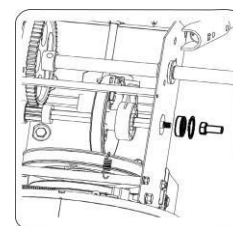

Рис.23
3. Осторожно снимите шестигранную гайку и шайбу, которая обеспечивает фиксацию. См. Рис. 23. шестигранного вала к раме снегоуборочной машины и слегка нажмите на конец вала, чтобы выбить шарикоподшипник с правой стороны рамы.